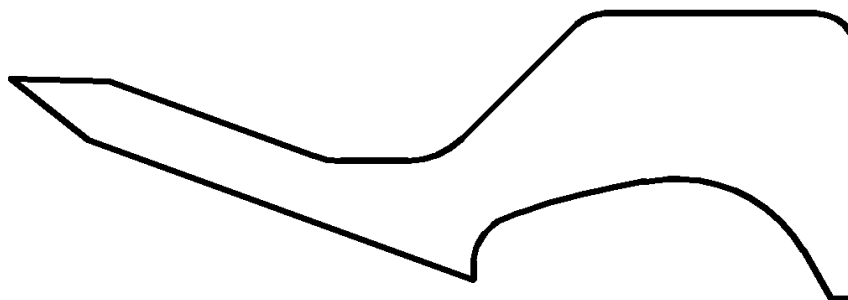

Рис.81. Шаблон кулачка
2. Шаблон кулачка 252 градуса 24-Ф-74784.002 для распределительного вала выпускных клапанов и шаблон кулачка 240 градусов 24-Ф-74784.003 для распределительного вала выпускных клапанов (рис.81).